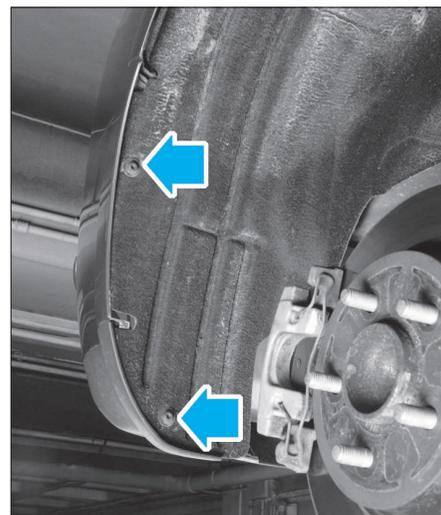

FIG. 91
- les 2 vis du pare-boue (des 2 côtés) (Fig.91) (côté gauche illustré).